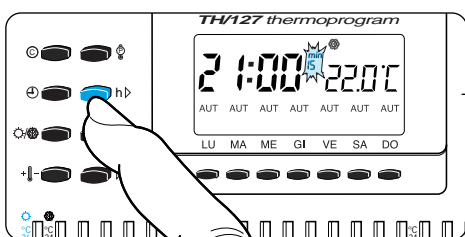

Fig. 34
11.3 - Premere entro 10 secondi il pulsante **h>** (fig. 34) per inserire il tempo di ritardo di 15, 30, 45 minuti o annullare l'impostazione effettuata. L'indicazione del ritardo inserito è visualizzato in funzionamento normale durante l'ora in cui il ritardo stesso è stato programmato.